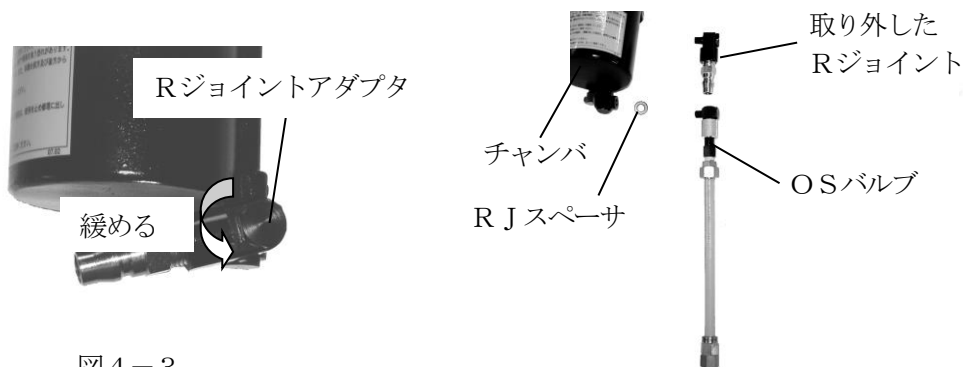

図4-3
- ① スパナでRジョイントアダプタを緩め、Rジョイントを取り外します。(図4-3)